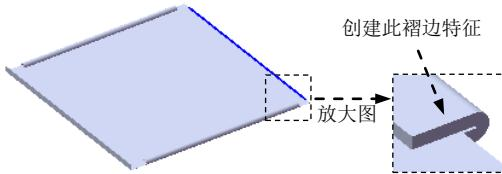
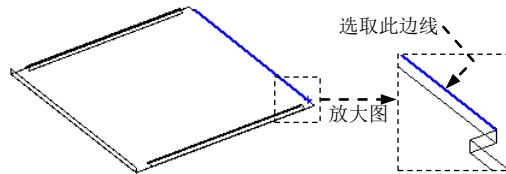

图 17.12.34 创建褶边 3
图 17.12.35 定义特征的边线
Step10. 创建图 17.12.34 所示的褶边 3。
(1) 选择命令。选择下拉菜单 **插入(I)** → **钣金(B)** → **褶边(H)...** 命令, 系统弹出“褶边”对话框。
(2) 定义特征的边线。单击 **边缘(E)** 区域中的“材料在内”按钮 。选取图 17.12.35 所示的模型边线为生成褶边的边线。
(3) 定义褶边类型和大小。在 **类型和大小(I)** 区域中选择“闭合”选项 。在 **文本框** 中输入角度值 3.0。
(4) 单击 按钮，完成褶边 3 的创建。